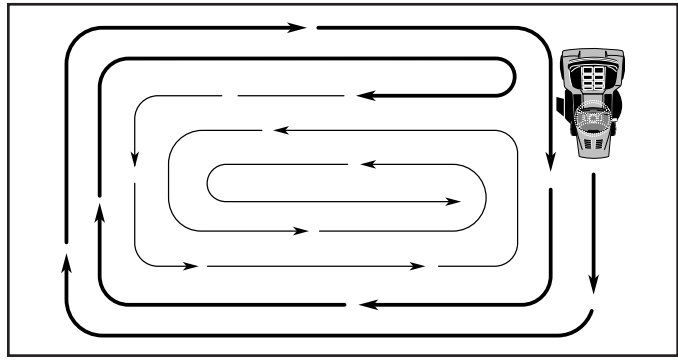

FIG. 8
- Pour tonde une grande surface, on vous conseille de commencer par tourner à droite, de façon à ce que l'herbe ne soit pas déversée sur les arbustes, les clôtures, les allées, etc. Après un ou deux tours, tondez en sens inverse en tournant à gauche jusqu'à ce que le travail soit achevé (Voir la Fig. 8).